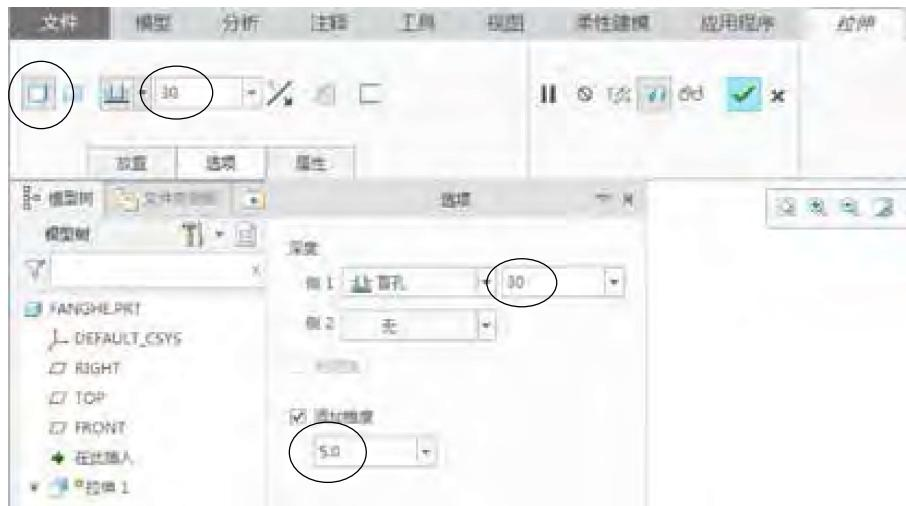

图1-12 “拉伸”操控板
Step 19 在“拉伸”操控板中单击“拉伸为实体”按钮拉伸为实体，单击“选项”选项按钮，在“侧1”下拉列表中选择“盲孔”选项盲孔，设置“深度”为30mm，在“侧2”下拉列表中选择“无”，选中“添加锥角”复选框，设置“锥度”为5°，如图1-12所示。